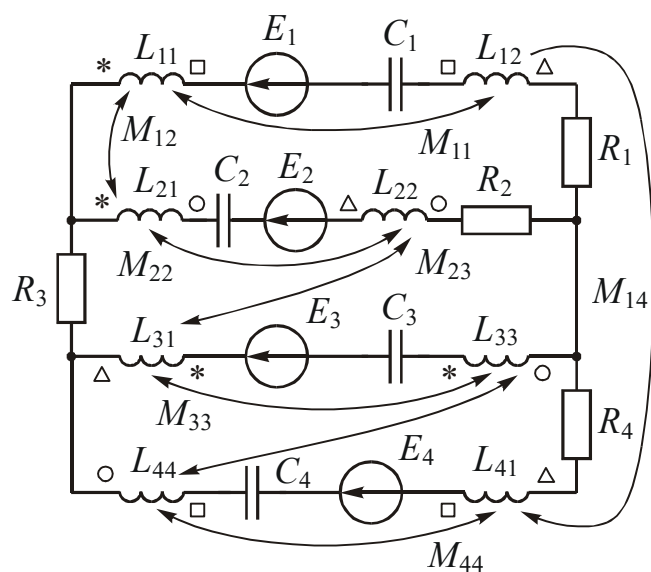
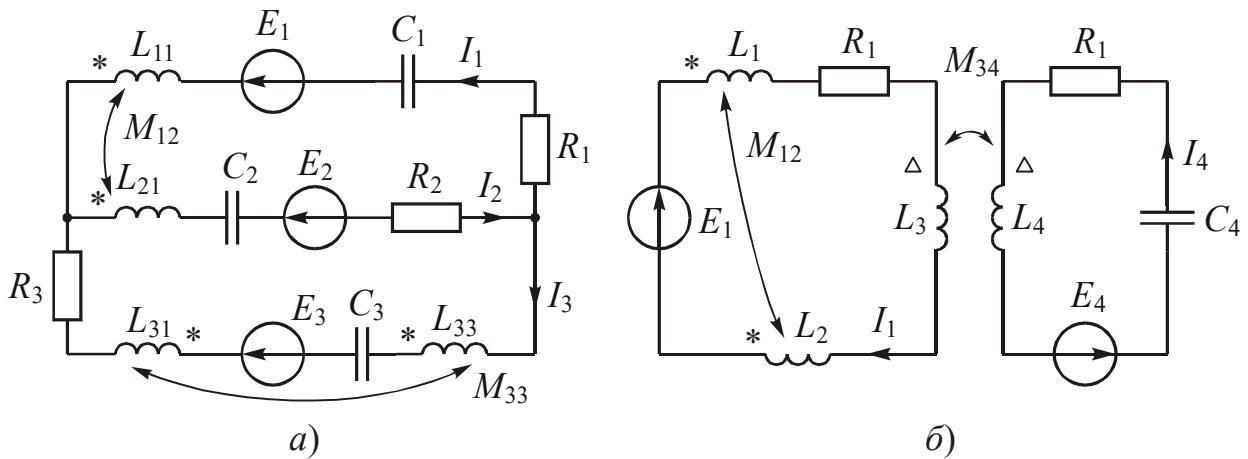

Рис. 4.1
Рис. 4.2
На рис. 4.1 приведена общая схема цепи гармонического тока, состоящая из четырех ветвей. Согласно таблицы 4.1 схемы вариантов задачи содержат только по три ветви. В каждую из этих ветвей входят элементы R_1C_1 , R_2C_2 , R_3C_3 , R_4C_4 соответственно. Комбинации из ЭДС E , индуктив-
1. Составьте схему своего варианта, используя таблицы 3.1 и 4.1 и рис. 4.1. Одноименные зажимы катушек обозначены комбинациями: $\square - \square$; $* - *$; $\triangle - \triangle$; $\circ - \circ$.
На рис. 4.2, *a* приведена схема цепи, которая составлена по рис. 4.1 при условии, что: ветвь 1 имеет $E_1 L_{11} M_{12}$; ветвь 2 имеет $E_2 L_{21} M_{12}$; ветвь 3 имеет $E_3 L_{31} L_{33} M_{33}$; ветви 4 нет. Указаны одноименные зажимы каждой пары катушек.
ком «плюс», при встречном включении – со знаком «минус». В качестве примера ниже представлена система из двух уравнений по ЗНК для схемы, показанной на рис. 4.2, б.